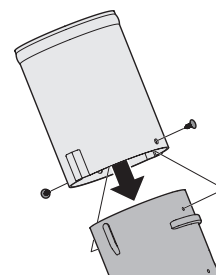

Figure 25
5. Installez l'adaptateur de la goulotte de descente sur le coude de la goulotte de descente en alignant les languettes et en glissant l'adaptateur sur le coude de la goulotte de descente. Fixez l'adaptateur de la goulotte de descente en installant les deux agrafes de cliquet (726-3046) incluses dans du kit de quincaillerie dans les trous fournis. Consultez la Figure 25.